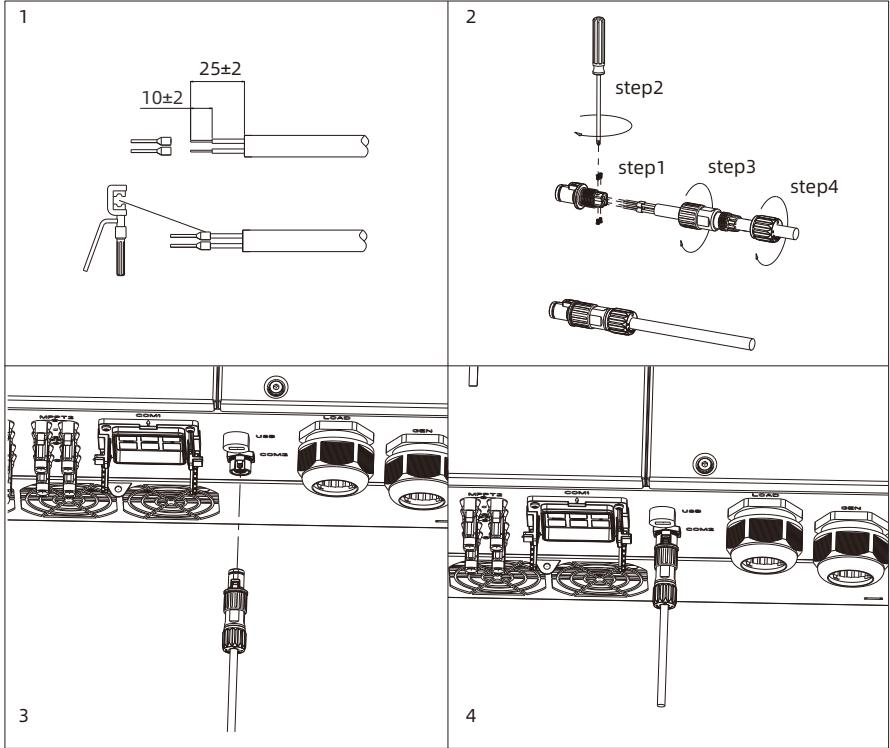

图6.21 COM2端子连接
3. 将COM2线缆连接至光储一体机的COM2端子处，如图6.21所示。